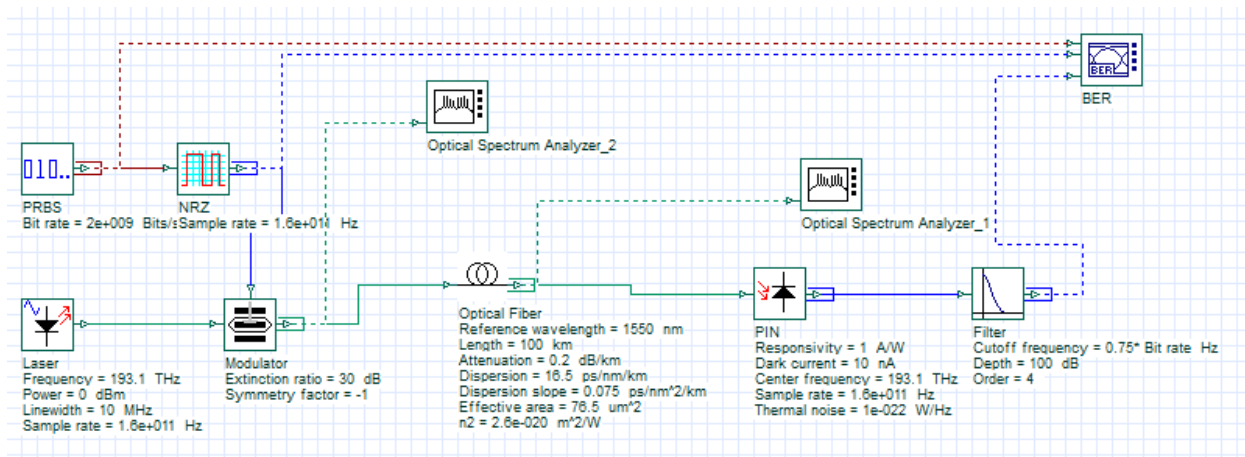

Figure 3 : Chaîne de liaison sous le logiciel OptiSystem
- Réaliser le schéma de la figure 3.